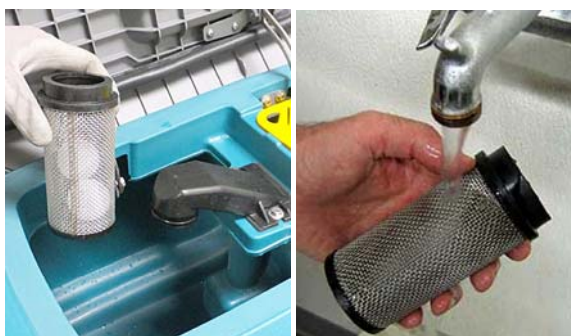

РИС. 80
3. Снимите и очистите плавающий отсечной экран (Рисунок 80).